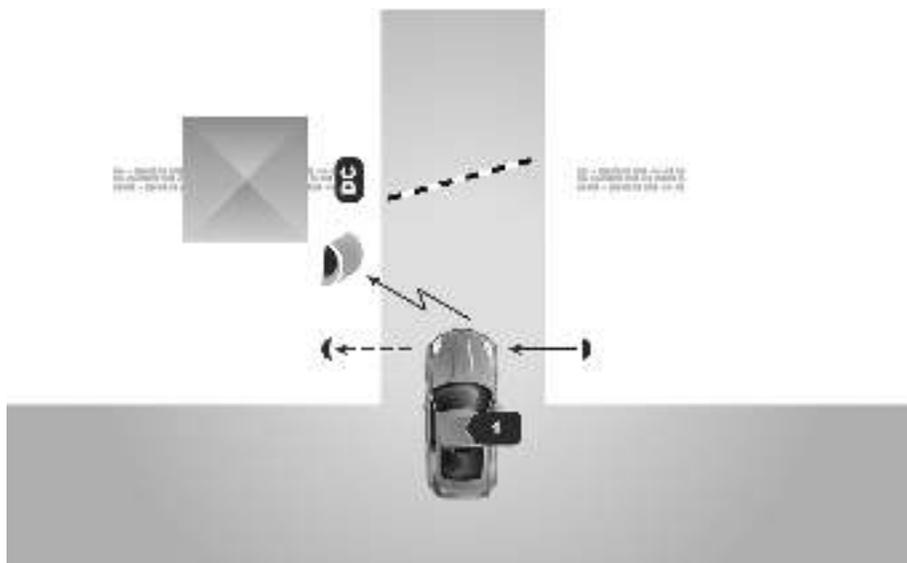

Рисунок 7. Система с датчиками автоматки ворот
2. Если автомобиль в створе датчика появился (рисунок 7), код метки передается контроллеру системы доступа, и считыватель заданное время ждет сигнала с датчика открывания ворот. Если датчик ворот не сработал, значит, метка не имеет прав доступа на территорию, и система опять переходит в исходное состояние. Если датчик сработал, то считыватель ждет сигнала о закрытии ворот, либо истечения заданного времени, после чего опять переходит в исходное состояние.